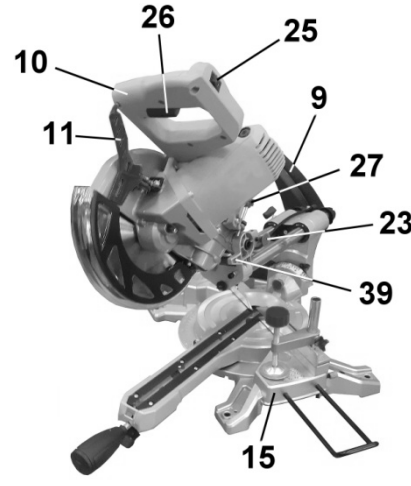

Рис. 6
- 8.2.2. Удерживая пилу за рукоятку (10), переместите её в верхнее положение, как показано на Рис.6.